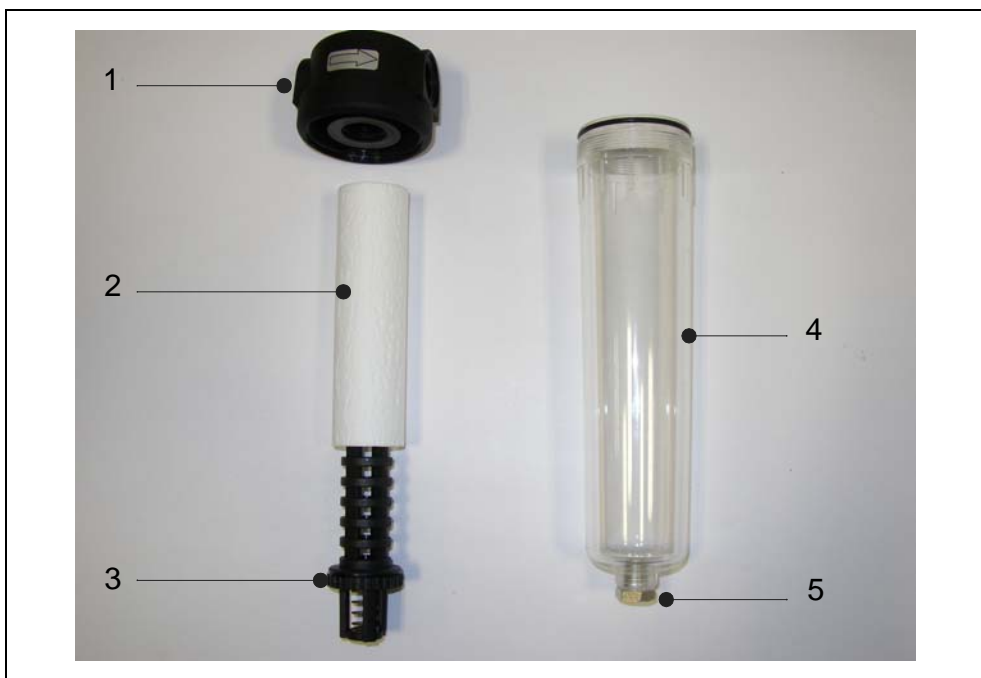

Abb. 9-5 Filtereinsatz Auspuff-Filter
- Sechskantschraube an der Unterseite des Vorratsbehälters lösen und Öl in ein geeignetes Gefäß ablaufen lassen. Siehe hierzu Abb. 9-5/5. Öl gemäß den örtlichen Vorschriften entsprechend entsorgen.
- Filterhalteschraube Abb. 9-5/3 von Hand lösen, Filtereinsatz herausnehmen und ordnungsgemäß entsorgen.